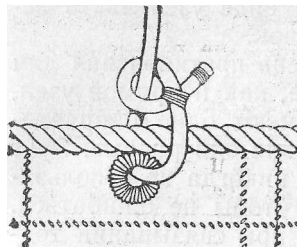

Рис. 49. Штык на бык-гордене.
*Штык на бык-гордене* (рис. 49). Очень прочный узел, который применяют в тех случаях, когда надо надежно и на длительное время закрепить конец троса за кренгельс или люверс и т. п. Этот узел — обычный штык, закрепленный бензелем из шкимушгара. Узел также пригоден для вязания на стальных тросах. Он выдерживает любую нагрузку и развязывается рассечением бензеля. Такое название узел получил потому, что им обычно привязывают бык-гордень к шкаторинам прямых парусов. Узел небольшой, и поэтому при уборке парусов обеспечивается более плотная укладка парусины на реях.